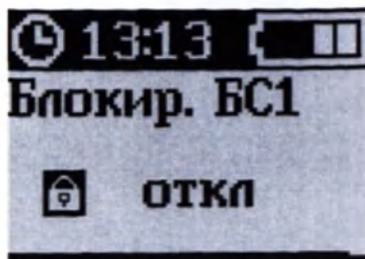

Рисунок 159 – Экран «БЛОКИР. БС1»
4. Кнопками «ВВЕРХ» и (или) «ВНИЗ» выбрать пункт меню «БЛОКИР. БС1» (рисунок 159).